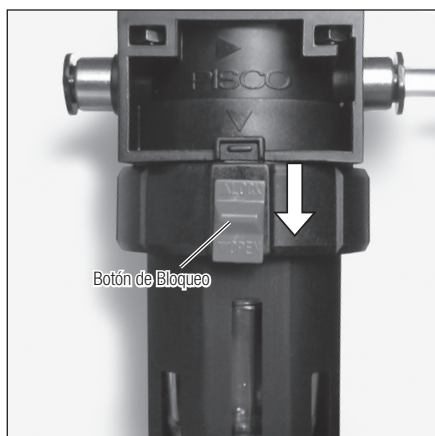

Fig. 33
- 4) Mueva el Botón de Bloqueo rojo hacia abajo hasta la posición "▼ OPEN" (Fig. 33).